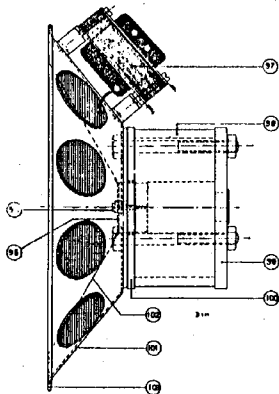

Fig. 9
- dat voor- en achterplaat (fig. 9 pos. 99 en 100) in geen geval van de magneet getrokken worden, deze zou ook daardoor verzakken. Voor uitwisseling van de ringvormige magneet (pos. 98) moet dus de gehele luidspreker naar Philips opgezonden worden.